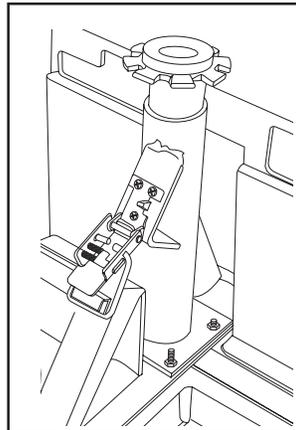

Figure 19A. Fermoir à bascule (ouvert)
5. Enclenchez le fermoir à bascule. Voir la figure 19A.